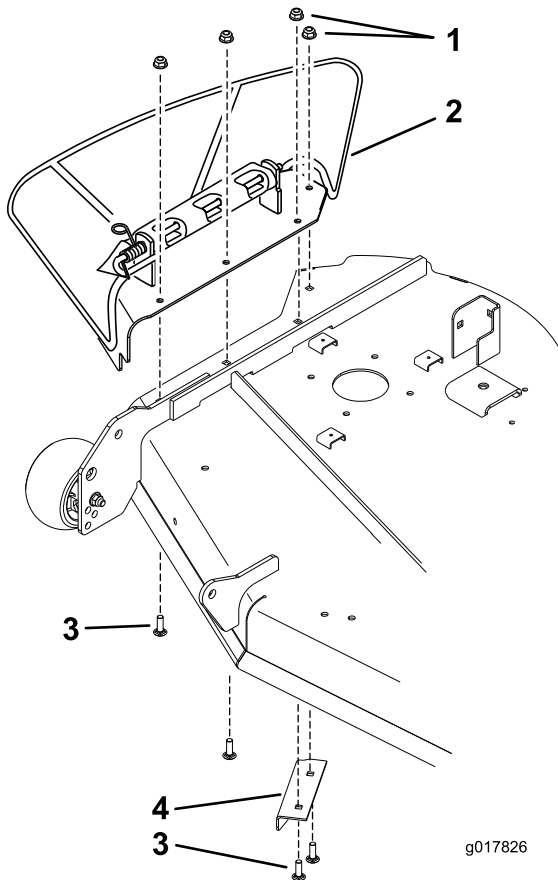

Figure 24
1. Déposez l'ensemble plaque comprenant la goulotte latérale (Figure 24). Conservez ces fixations ainsi que l'ensemble.
2. Déposez le déflecteur existant sous le côté droit du tablier de coupe (Figure 24). Conservez le déflecteur et ses fixations.